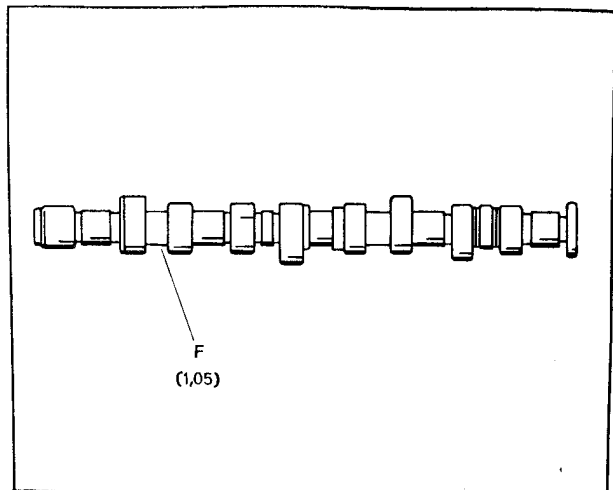

Bild M 28. Nockenwellenkennzeichnung
- Kennzeichnung siehe Bild M 28
- (5) Tassenstößel
- (6) geteilte Kegelstücke
- (7) Ventilderteller